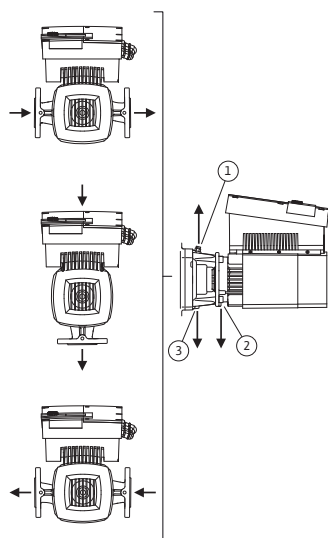

Fig. 23: Tillåtna monteringslägen med horisontell motoraxel
De tillåtna monteringslägena med horisontell motoraxel och elektronikmodul uppåt (0°) visas i Fig. 23. De tillåtna monteringslägena med sidmonterad elektronikmodul ($\pm 90^\circ$) syns inte på bild. Alla monteringslägen utom "elektronikmodul nedåt" (-180°) är tillåtna. Avluftning av pumpen garanteras endast om avluftningsventilen pekar uppåt (Fig. 23, pos. 1).
Endast i denna position (0°) kan det kondensat som bildas föras bort via befintliga hål, pumplanternan (Fig. 23, pos. 3) samt motorn (Fig. 23, pos. 2). Detta gör du genom att ta bort proppen på motorflänsen (Fig. 7, pos. 7a).
- På horisontella motoraxlar måste kondensathålen peka nedåt (Fig. 23, pos. 2). Vrid motorn vid behov tills detta uppnås.